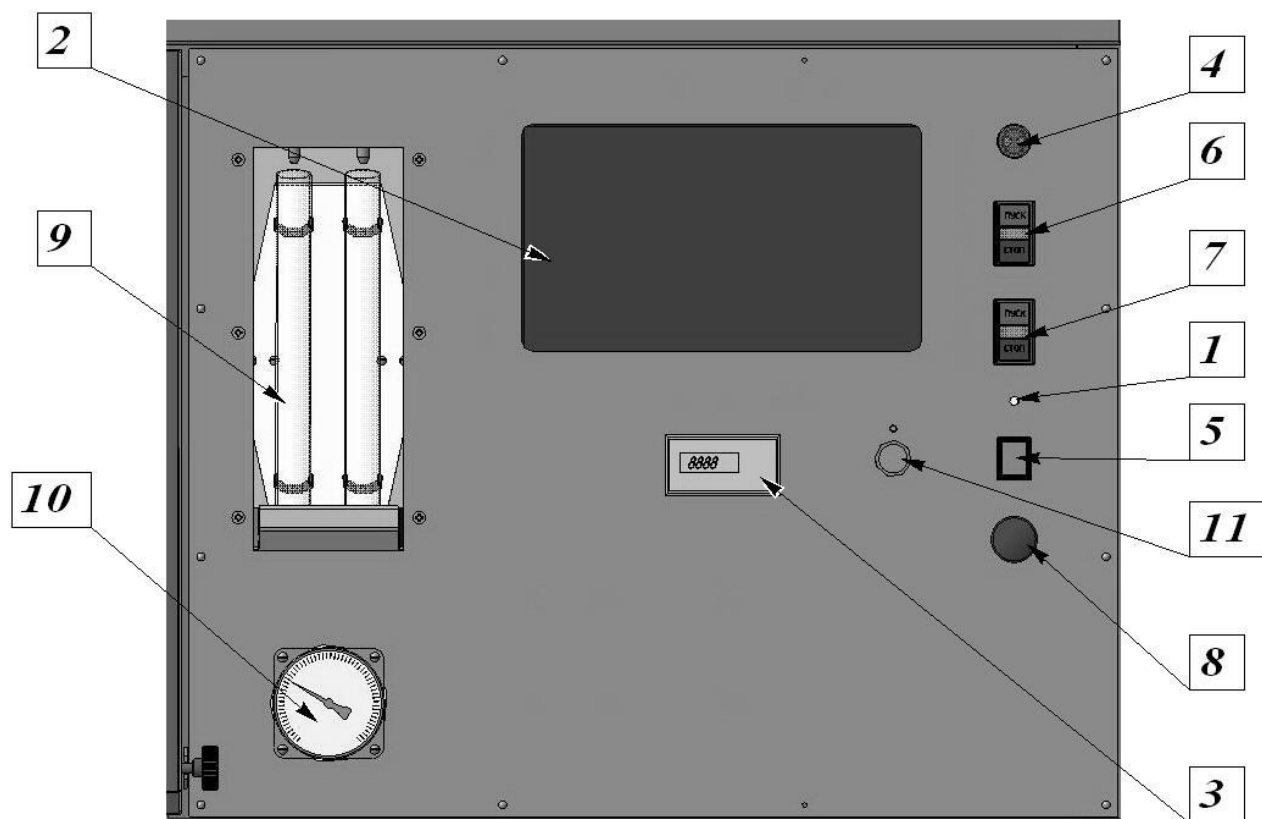

Рис.3 Приборная панель стенда М-108Э
На приборной панели рамы находятся (рис.3):
5.1. Принципиальная схема и наименование комплектующих элементов приведены на рис.3.
9). Включение блока управления производится выключателем 5(рис.3), индикация включения лампочка 1(рис3). На рабочем столе нажать на ярлык «Поток CR2».